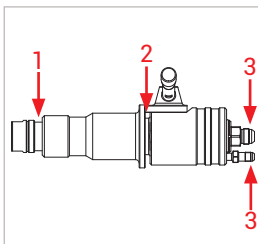

Abbildung 12
- ▶ Überprüfen Sie folgende Messstellen (Abbildung 12):
- WEH® Servicenippel (1)
- Führungshülse und Drehdurchführung (2)
- Verschraubung (3)